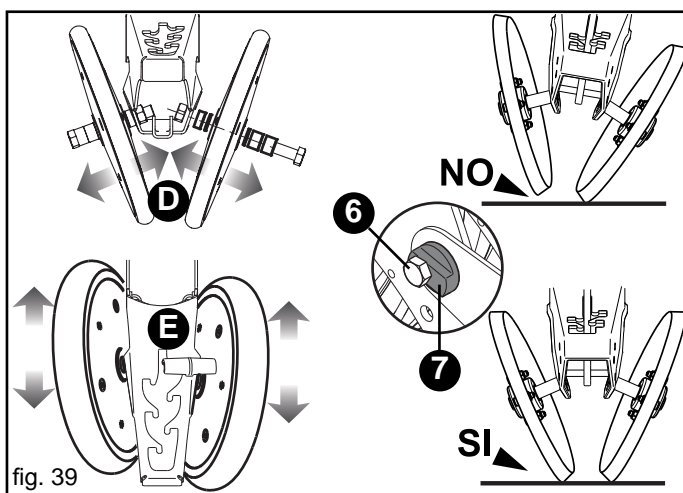

fig. 39
- Die Stellung der Hinterräder an ihrer Halterung wie auf dem Schema auf Abbildung 39 (D-E) dargestellt verändern;
Wenn die Abdeckrollen («NO», Abb. 39) nicht auf die Säfurche ausgerichtet sind, wird wie folgt vorgegangen:
- Feststellschraube lösen (6, Abb.39).
- Nocken (7, Abb. 39), eine halbe Drehung aufs mal drehen, und zwar im Uhrzeigersinn, um die Abdeckrolle nach rechts, und im Gegenuhrzeigersinn, um sie nach links zu verschieben.
BEMERKUNG: Nach der Zentrierung der Abdeckrollen sicherstellen, dass die Rollen gleichzeitig und mit derselben Kraft auf dem Boden aufliegen («SI», Abb. 39).